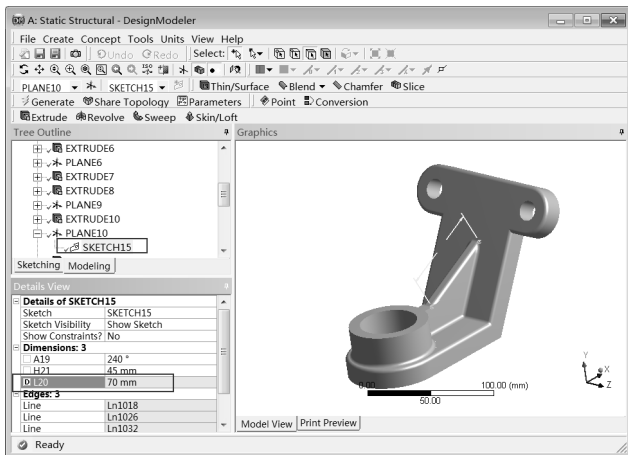

图 18-5 几何模型
Step3 :双击项目 A 中的 A2 (Geometry), 此时会加载 DesignModeler, 如图 18-5 所示,在模型中有个参数被设置为参数化。